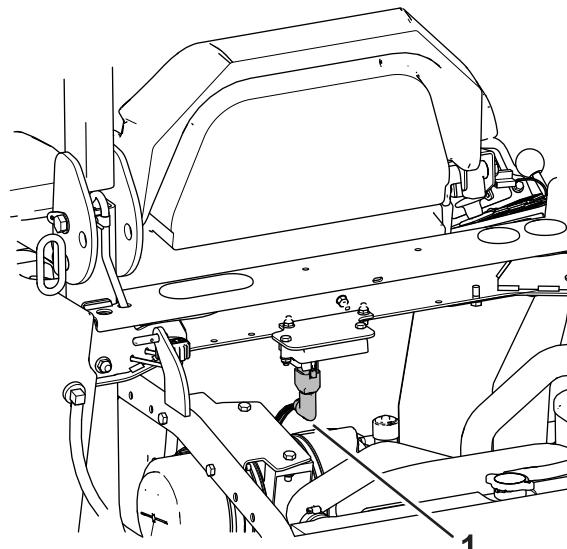

図 4
8. センサーに 90° コネクタを接続する図 4と図 8。